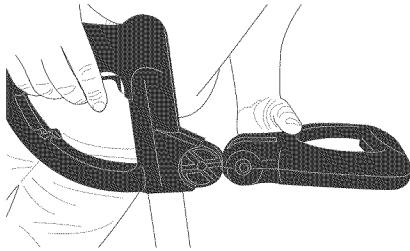

Figura-3
- Ensamblado del mango frontal:** Alinee el mango frontal como se muestra en la Figura 3, luego presione el mango sobre el conjunto superior para que se alineen los orificios. Fije la vara con el tornillo y la perilla plástica.